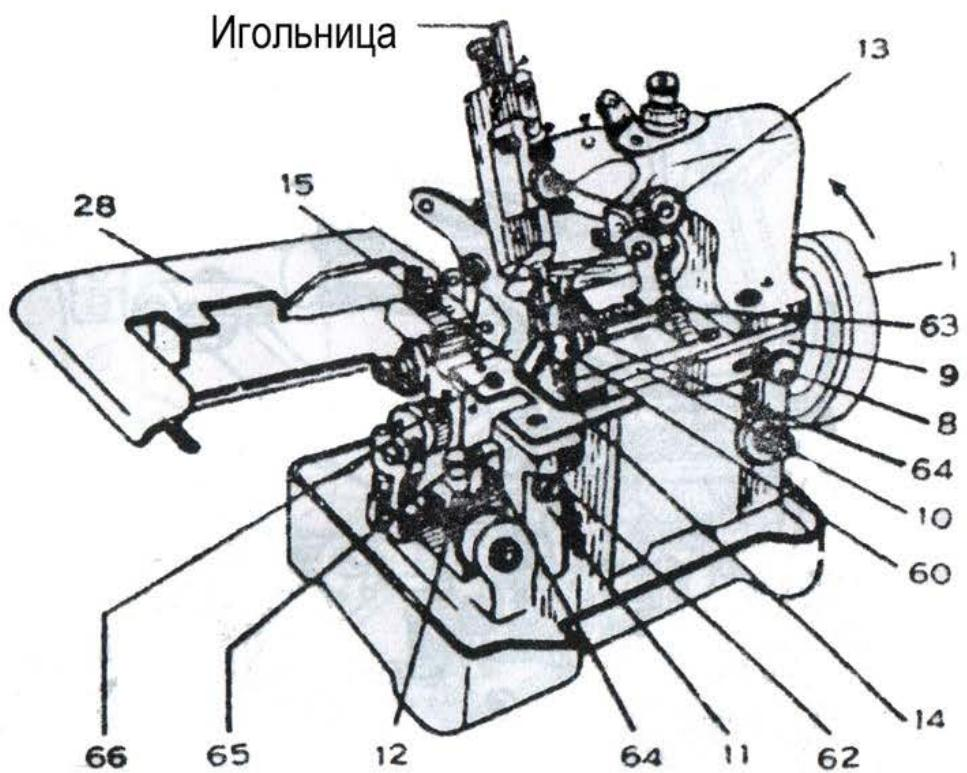
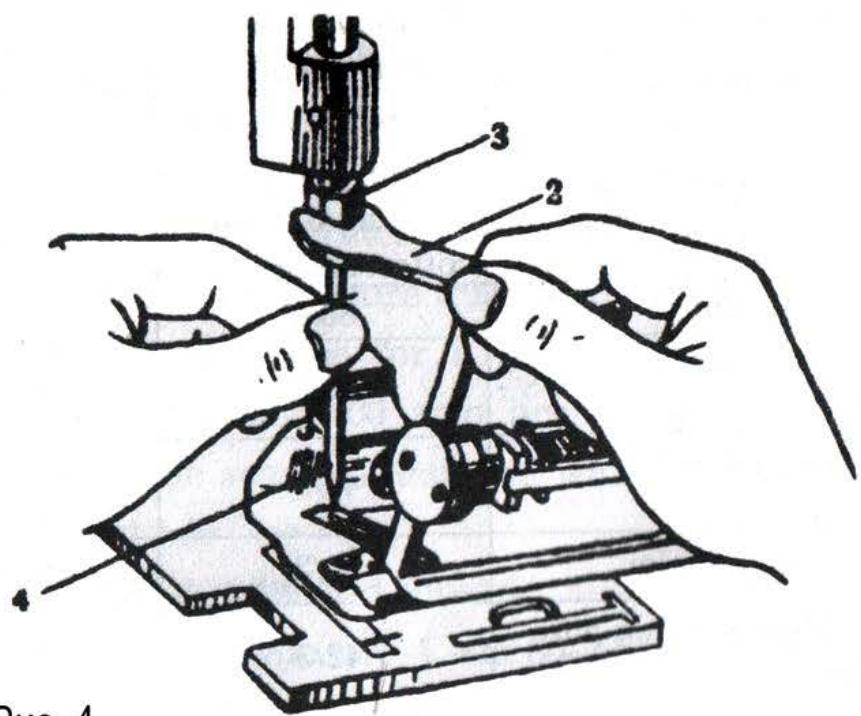

Рис. 1
Рис. 4
Чтобы обеспечить длительный срок эксплуатации машины, следует первое время, в течение месяца, работать на ней на скорости, не превышающей 2500 об/мин. После этого скорость можно увеличить до 3000 об/мин, в зависимости от прошиваемого материала. Балансир машины следует вращать вовне (см. Рис. 1).
После того, как Вы определили необходимый номер иглы и нити для прошиваемого Вами материала, проверьте, установлена ли в машине игла нужного размера. Сначала поверните балансир (1) по часовой стрелке, как показано на Рис. 1, до тех пор, пока игольница не окажется в самом высоком положении. Ослабьте винт зажима иглы (3) (Рис. 4), поставляемый вместе с машиной, и замените иглу (4) на ту, которая подходит для данного прошивки. Убедитесь в том, что:
Для регулировки ширины стежка необходимо одновременно отрегулировать положения как ножа, так и петельного штифта. Сначала ослабьте винт (8) на защитной скобе ножа (как показано на Рис. 1), и переместите защитную скобу ножа (9) вправо, вместе с гардой ножа (10). Затем ослабьте винт (11) штатива нижнего ножа (11) отвёрткой и поверните регулировочный винт (12) вручную так, чтобы передвинуть штатив нижнего ножа в левую или правую сторону для достижения необходимого положения.
2. Замена лезвия (Рис. 1)
Правой рукой затяните винт ножа (63). Наконец, передвиньте скобу гарды ножа (9) влево, так, чтобы левый конец гарды ножа (10) (Рис. 1) слегка касался верхнего лезвия (13), после этого затяните винт (8) скобы гарды ножа.